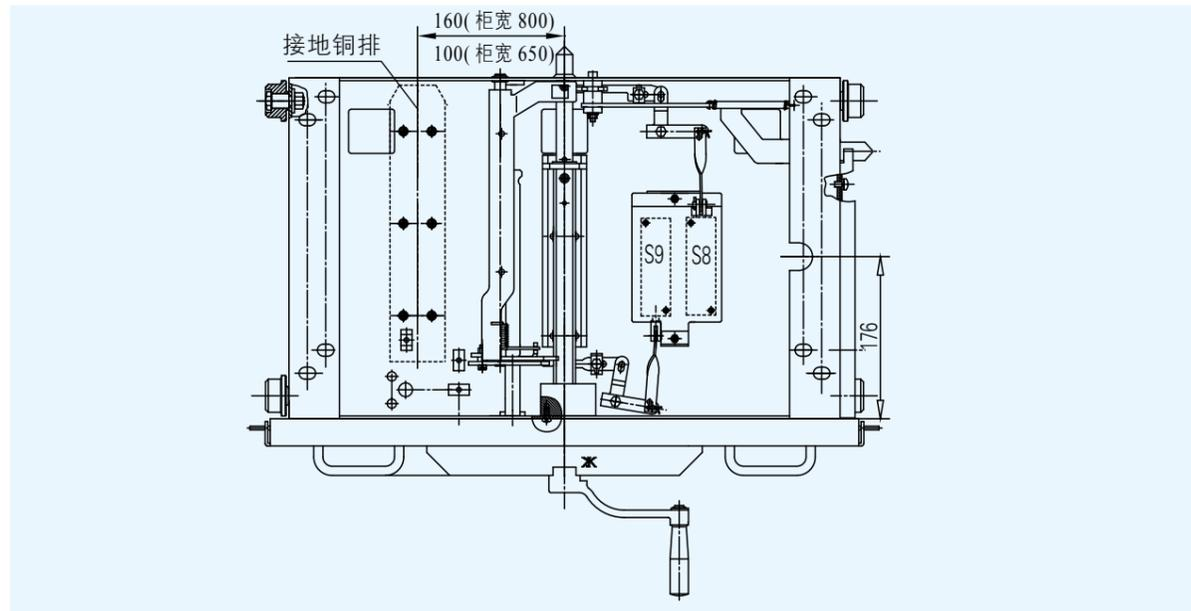
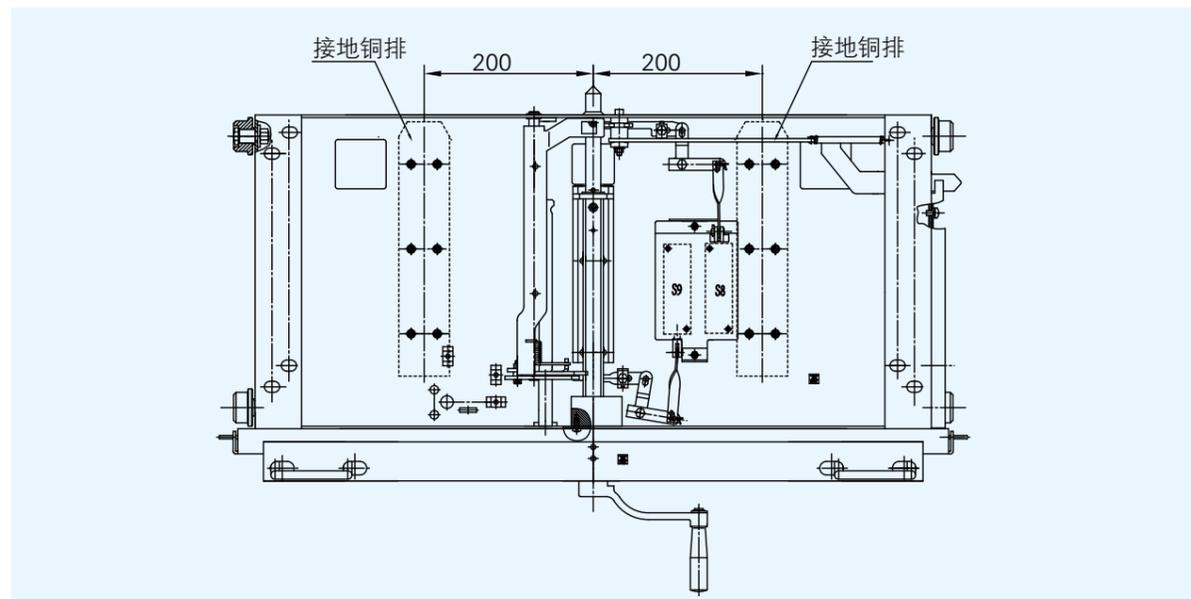

图 6 DPC-4-650/800 接地铜排位置尺寸图
图 7 DPC-4-1000 接地铜排位置尺寸图
- 注① 如有主轴联锁，无特殊要求，如图所示主轴右伸 30mm，左侧或右侧由用户选择，主轴伸出长度也可由用户指定；
- 底盘车接地方式采用铜排接地，具体接地位置尺寸见图 6、图 7。